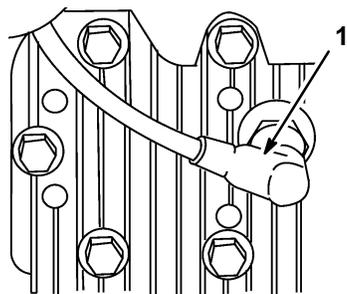

Figure 33
- Retirer la bougie (Fig. 33) et faire tourner rapidement le moteur au moyen du cordon de démarreur pour expulser l'huile du cylindre. Nettoyer la bougie ou la remplacer si elle est fêlée, brisée ou si les électrodes sont usés.
- Rebrancher le fil de bougie (Fig. 33).